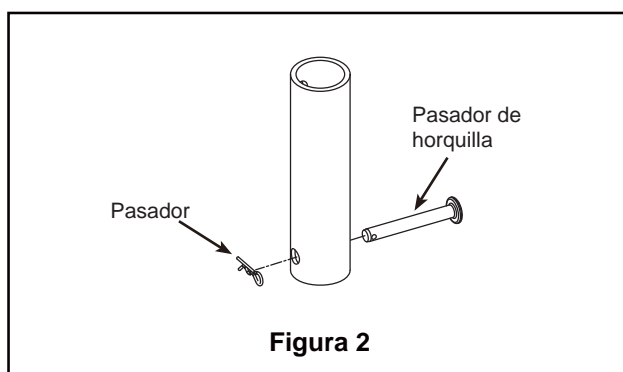

Figura 2
2. Retire el clip de horquilla y pasador de horquilla de la parte inferior de la bola para colgar. Retener el pasador y clip para la reinstalación en el paso 4. (Figura 2)